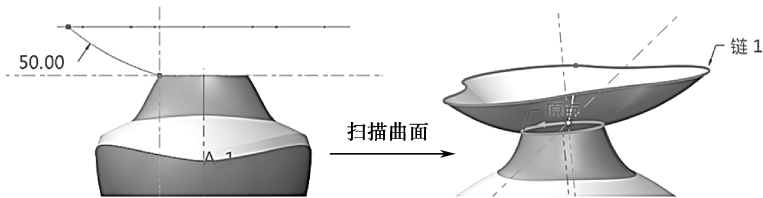

图 7-160 “扫描 1”曲面
(7) 单击【模型】→【形状】模块的【扫描】，选择“草绘 10”和“草绘 12”作为扫描轨迹线，使用【圆弧】工具绘制如图 7-160 所示的扫描截面线，生成“扫描 1”曲面。